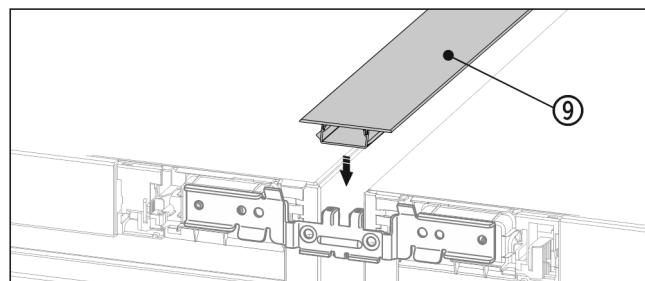

Fig. 20
- ▶ Na gornjoj strani, kratku pokrivnu letvicu Fig. 20 (9) utisnite u vodoravan procjep.